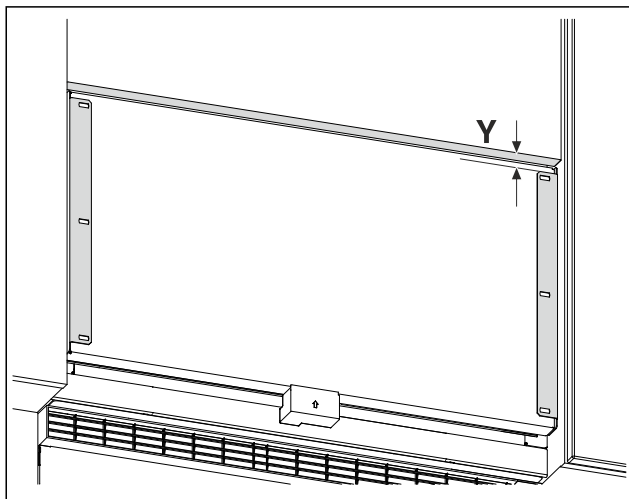

Fig. 42 Reprezentare exemplificatoare
- Măsurați distanța Fig. 42 (Y) de la muchia inferioară a ușii mobilierului la colțarul de susținere.